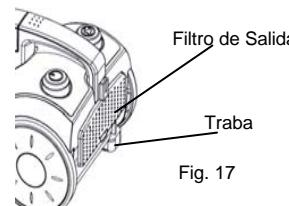

Fig. 17
- Levante la traba de la tapa del filtro de salida y quitela. (Fig. 17)